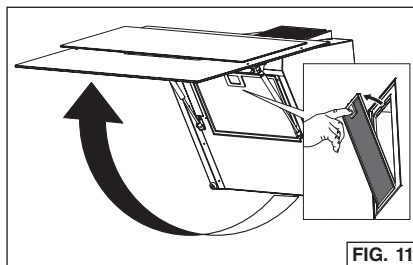

FIG. 11
5. Soulevez le panneau avant en verre et retirez le filtre à graisse. Fig. 11.